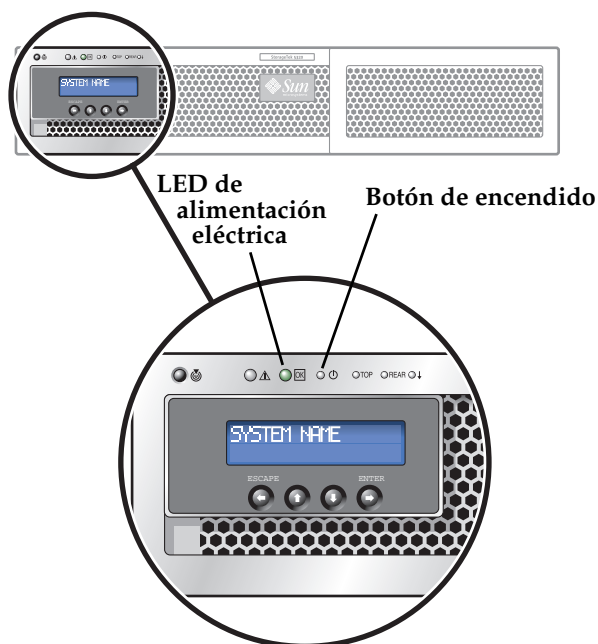

FIGURA 3-15 Detalles del botón de encendido y el panel delantero
5. Utilice un lápiz u otro objeto parecido para presionar el botón de encendido que está rebajado (FIGURA 3-15).
Si es necesario, utilice un lápiz u otro objeto similar para presionar el botón. La FIGURA 3-15 muestra una vista detallada del panel delantero.
La FIGURA 3-15 muestra una vista detallada del panel delantero.